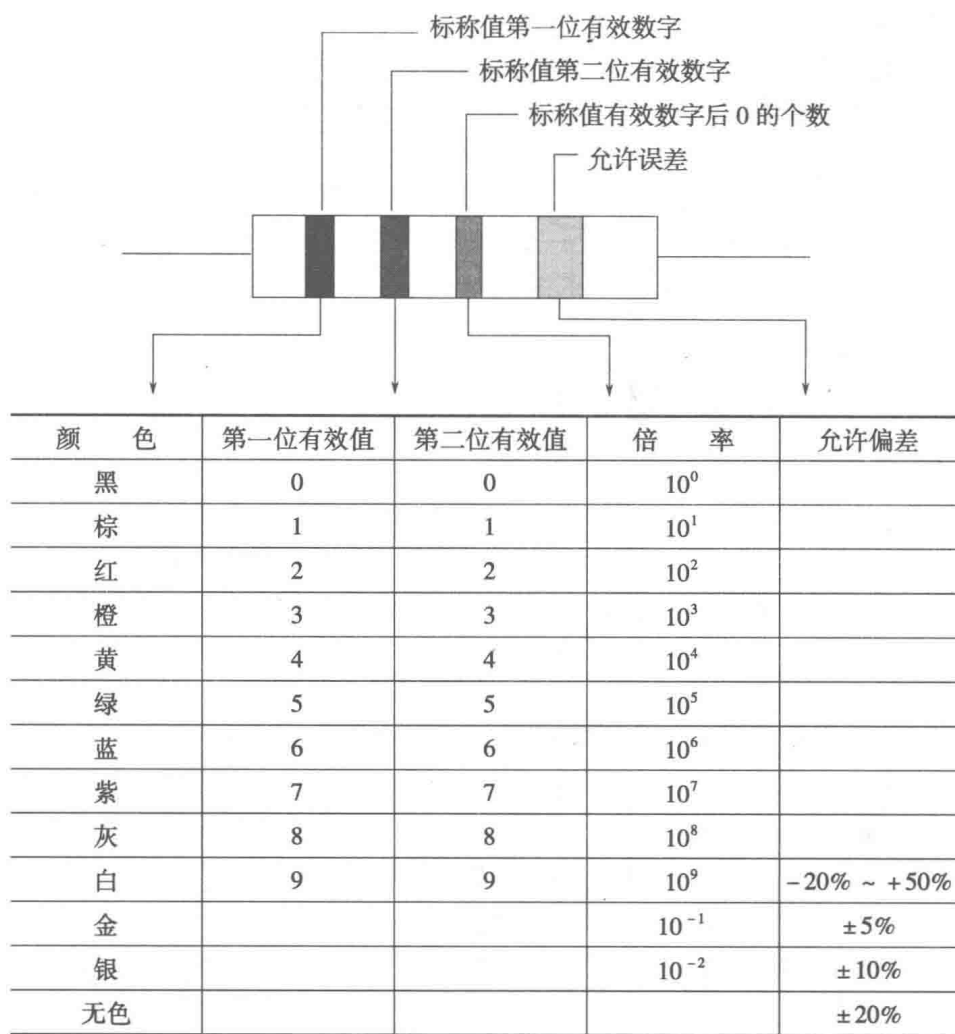
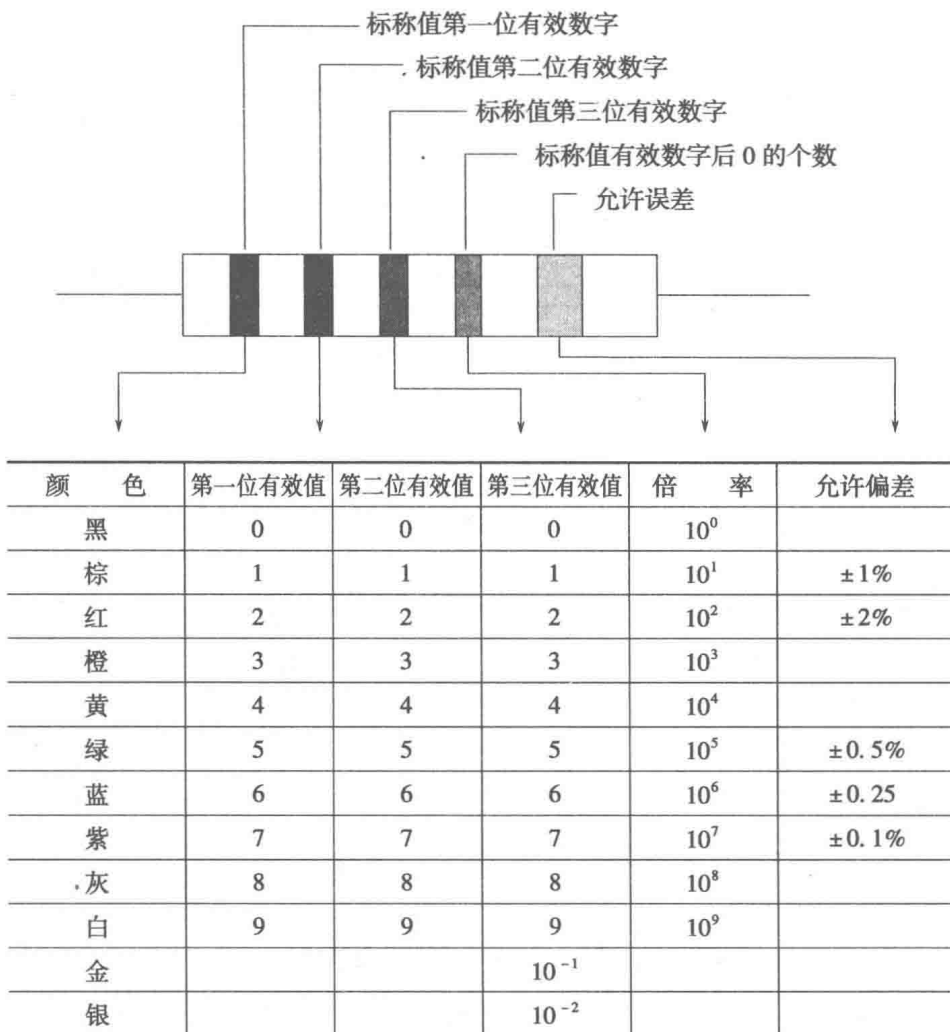

图 1-2 两位有效数字阻值的色环表示法
图 1-3 三位有效数字阻值的色环表示法
② 色标法。色标法是将电阻器的类别及主要技术参数的数值用颜色（色环或色点）标注在它的外表面上。色标电阻（色环电阻）器可分为三环、四环、五环三种标法。其含义如图 1-2 和图 1-3 所示。